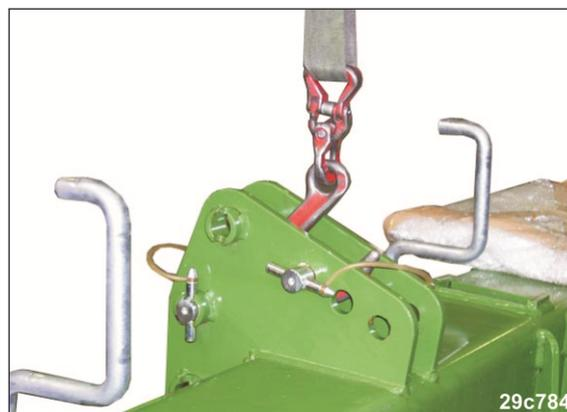

図 3
1. 機械のマークがある場所に、チェーンを固定します（図3参照）。